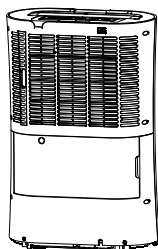

Fig. 3
- Trekk ut strømledningen. Sørg for god tilgang til bakpanelet (fig. 3).